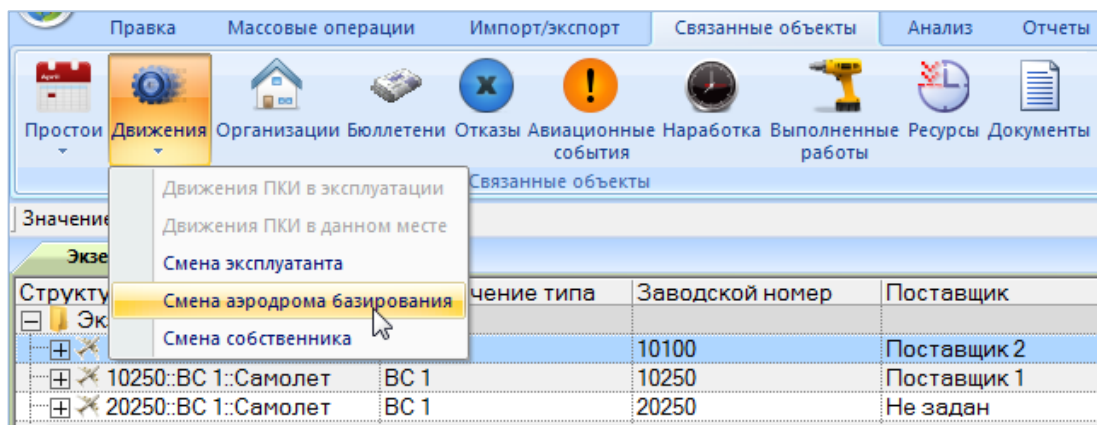

Рис. 13-112 – Открытие окна связанных объектов «Аэродром базирования»
- 3) Нажать кнопку «Движения» панели «Связанные объекты» и из раскрывшегося списка выбрать пункт «Смена аэродрома базирования» (рис. 13-112).